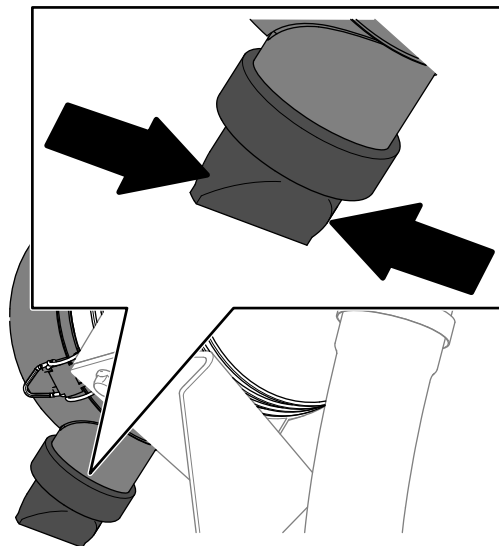

Рисунок 78
5. Сожмите клапан удаления пыли (Рисунок 78).